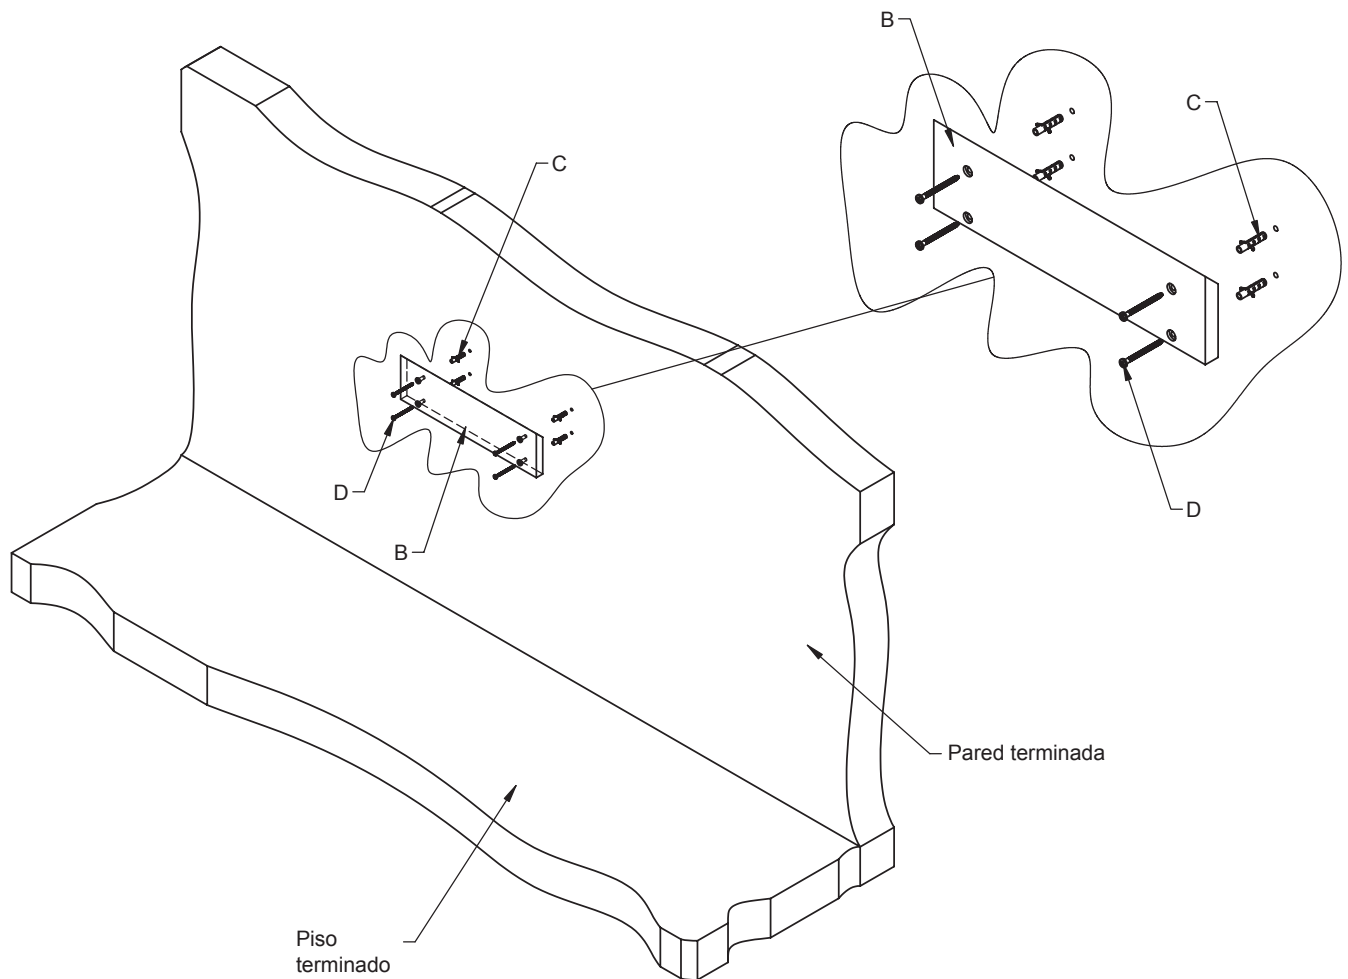

Figura 2
- Taladre agujeros en la pared donde estaban las marcas e inserte los **anclajes (C)**.
- Instale el **soporte de madera para pared (B)** en la pared usando los **tornillos de pared (D)**.
- Vea la **figura 2**.